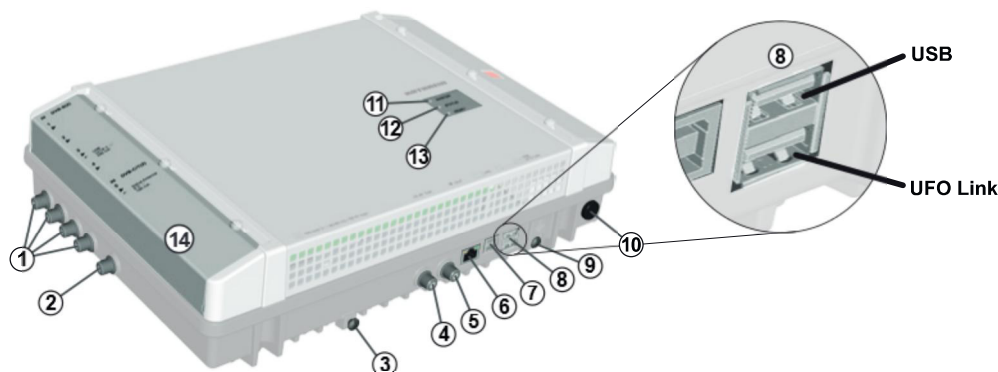

Fig. 1: Elementos del aparato
- No abrir la caja ni modificar el aparato. De lo contrario se anulará la garantía. Excepción: Cubierta de las ranuras de CI (14 en Fig. 1, Pág. 3)
1. Conecte un cable de compensación de potencial (Cu, $\geq 4 \text{ mm}^2$) al tornillo de puesta a tierra; véase ⑨ en Fig. 1, Pág. 3.
- Los conectores se deben enchufar al maestro y al esclavo en la interfaz del UFO Link correspondiente (⑧ en Fig. 1).
4. Conecte los cables de señales HF para antenas, redes de cables y salida a las cabezas terminales; véase ①, ② y ⑤ en Fig. 1, Pág. 3.